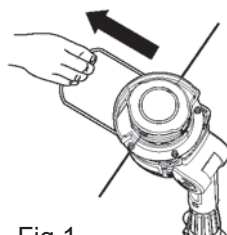

Fig.1
- > Sortez l'étrier [12] de la tête de coupe [11] (fig.1). Lorsque vous n'avez plus besoin de l'étrier, rentrez-le dans sa position d'origine.